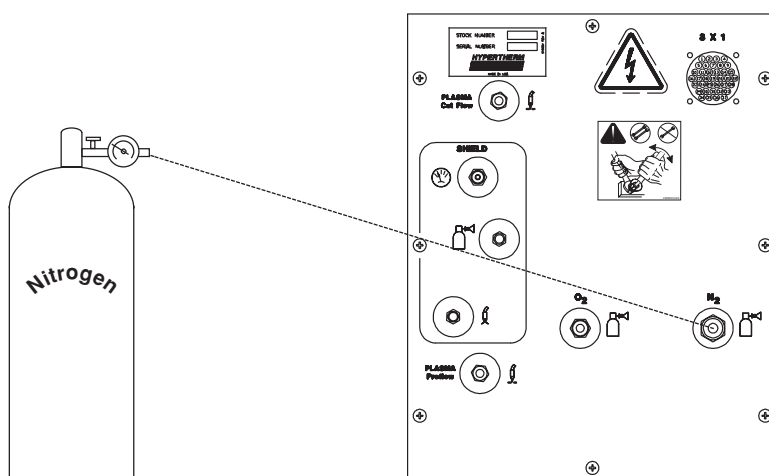

Figura a-6 Suprimento de nitrogênio para entrada de N₂ no console de gás
7. Conecte a mangueira de suprimento de nitrogênio à conexão de N₂ no console de gás. Veja figura a-6.